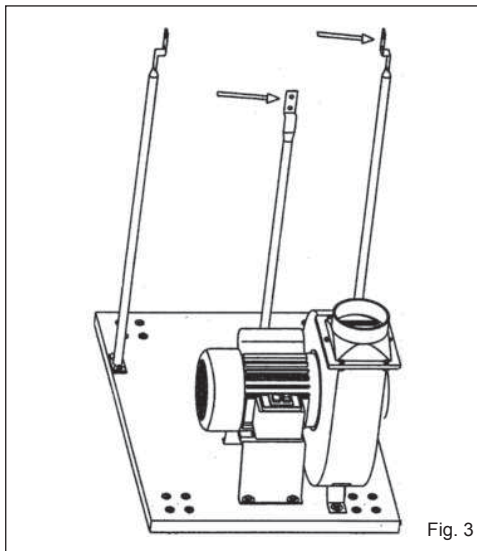

Fig. 3
2. Fijar los montantes laterales y las astas porta-tambor en la base rectangular utilizando los respectivos tornillos, arandelas y tuercas (**Fig. 3**).